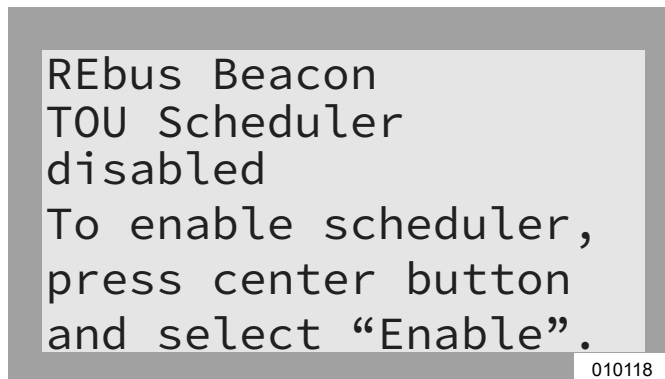

Figura 6-22. Activación del programador TOU (1 de 2)
- Consulte la **Figura 6-22**. Navegue hasta la página de dispositivo REbus Beacon y presione el botón central para ingresar al menú del dispositivo.